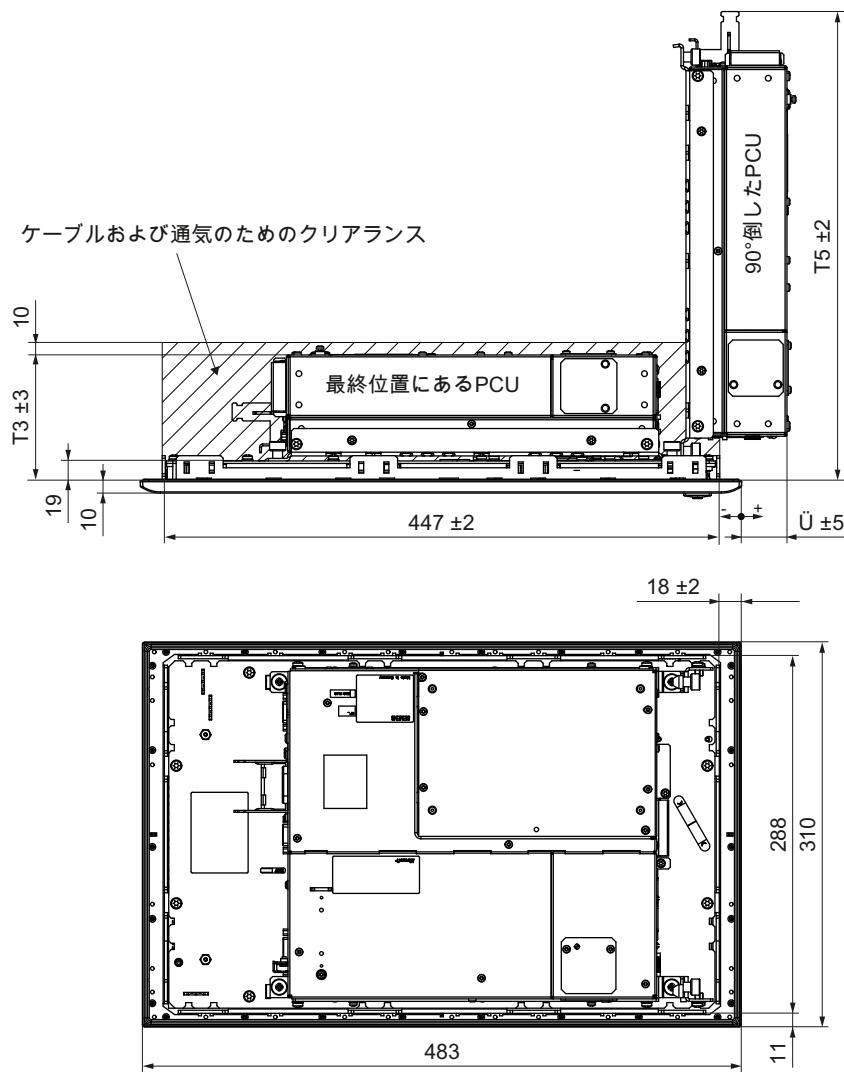

図 5-2 OP 010 操作パネルへの PCU の取り付けの寸法図
- 組み立てられたコンポーネント(操作パネルと PCU)を前面からパネル抜き穴に挿入します(図 5-2 OP 010 操作パネルへの PCU の取り付けの寸法図(ページ 116)を参照してください)。